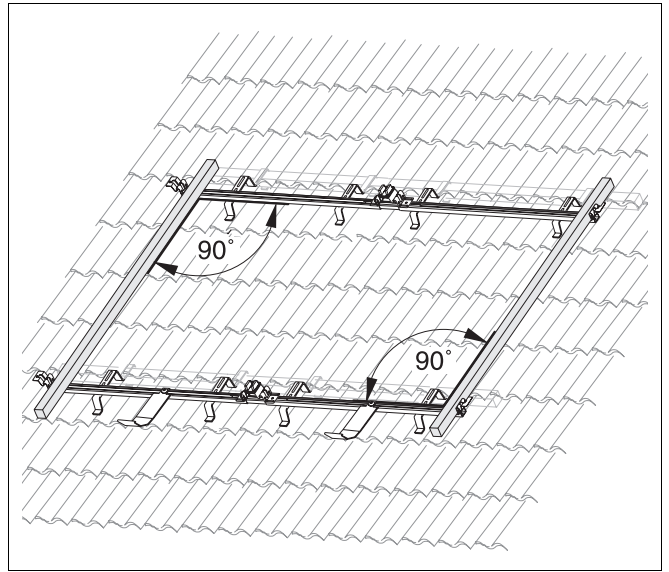

Fig. 24 Alinhamento dos perfis
- ▶ Alinhe os perfis superiores também lateralmente, alinhados em relação aos perfis inferiores (Fig. 24).